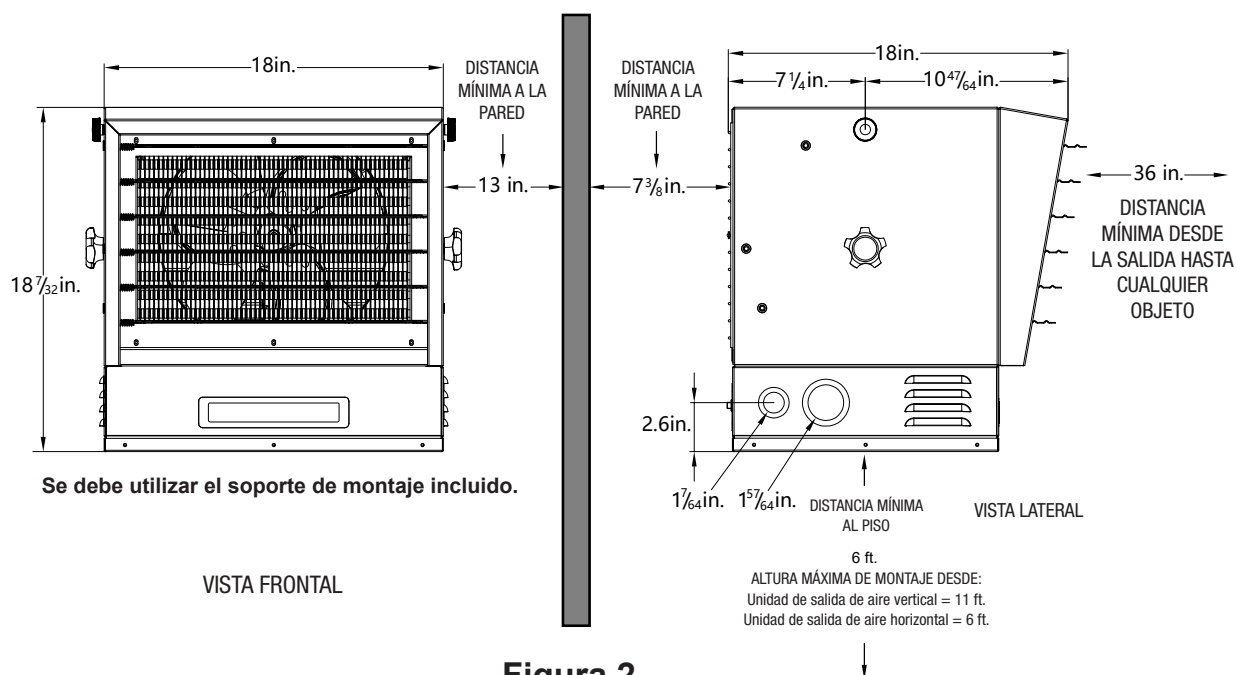

Figura 2
9. Este calefactor debe estar ubicado a 6 pies del piso, como mínimo. Para las distancias libres específicas, vea la figura 2.
Instale el calefactor fuera de las zonas de tránsito y mantenga los espacios libres indicados en la figura 2. La dirección del flujo de aire no debe estar restringida por columnas o máquinas. El flujo de aire solo debe rozar las paredes y no dirigirse directamente a ellas. Cuando se utiliza más de un calefactor en un área, los calefactores se deben disponer de modo que la descarga de aire de cada uno acompañe el flujo de aire de los otros para proporcionar una circulación óptima de aire caliente, como se indica en la figura 3.
2. Localice la posición de instalación del soporte de montaje según el requisito de distancia en la figura 2 de la página 21.